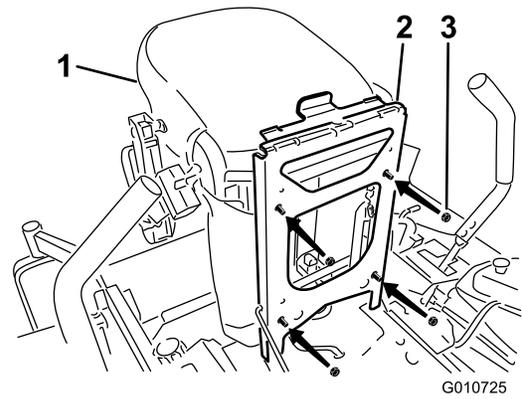

Figura 9
4. Coloque el asiento nuevo en el bastidor del asiento (Figura 9).
5. Sujete el asiento al bastidor del asiento con 4 tuercas con arandela prensada (5/16 pulgada) (Figura 9).